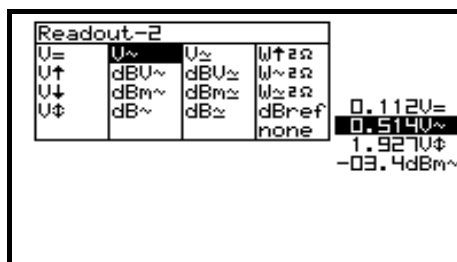

Fig 18
4. A l'aide des touches curseur choisissez la fonction désirée pour l'appareil numéro 2. (fig. 18)